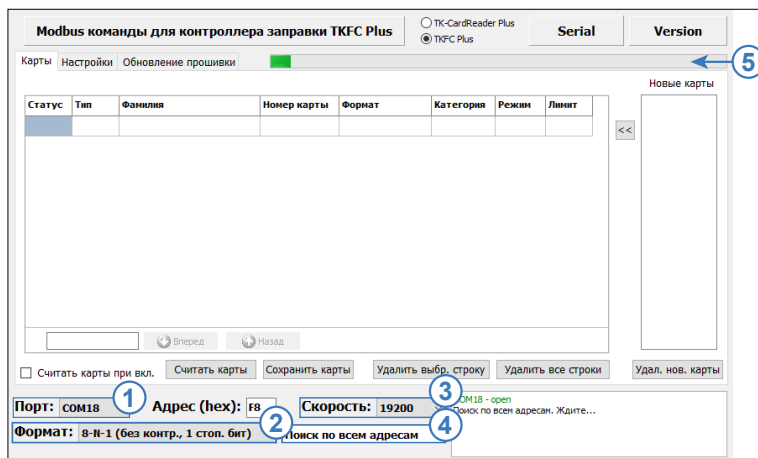

Рис.22. Поиск устройства по адресам
- в конфигураторе выбрать COM-порт к которому подключено устройство (**Рис.22, п.1**). Посмотреть порт устройства можно в «Диспетчере устройств» системы;
- настроить формат передачи. По умолчанию – 8-N-1 (**Рис.22, п.2**);
- выбрать скорость, на которую настроена шина RS-485 (**Рис.22, п.3**);
- выбрать диапазон адресов – Поиск по всем адресам (**Рис.22, п.4**).
- после этого конфигуратор выполнит поиск подключенного устройства в диапазоне адресов 00 – FF для заданной скорости обмена, затем выполнит подключение к первому найденному устройству и считывает настройки. Состояние выполнения поиска отображается в верхней части окна конфигулятора (**Рис.22, п.5**).